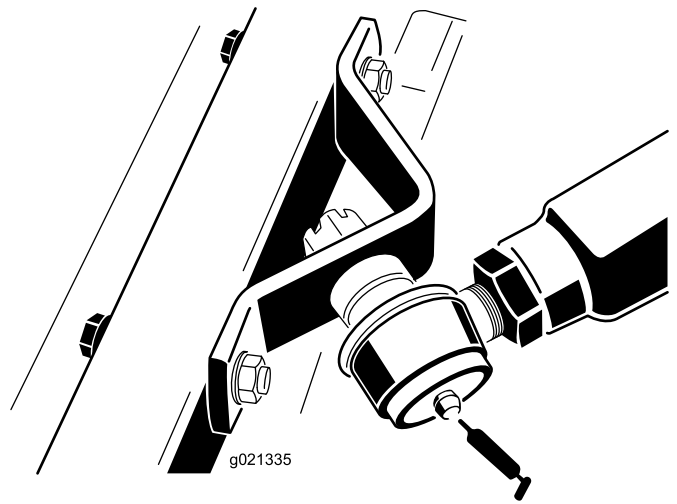

図 19
- 左右のプッシュアームのボールジョイント各1カ所 図 19